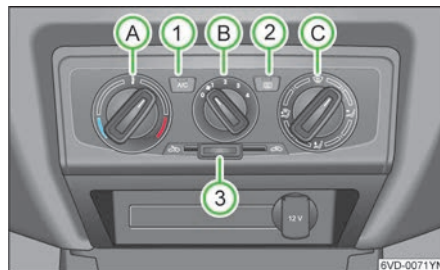

图 82
- ▶ 将温度调节旋钮 A，» 图 82，见第 45 页向右转动到舒适的温度。
- ▶ 将温度调节旋钮 A，» 图 82，见第 45 页转到适宜的温度。
- ▶ 将鼓风机调节旋钮 B，» 图 82，见第 45 页转到 4 档。
- ▶ 将鼓风机调节旋钮 B，» 图 82，见第 45 页转到您所希望的档位。
- ▶ 按下开关 3，» 图 82，见第 45 页关闭制冷装置。
- 气流分布调节旋钮 **C**，» 图 82，见第 45 页转到  位置时，仪表板上至少要有 一个出风口打开，否则制冷装置可能结冰。